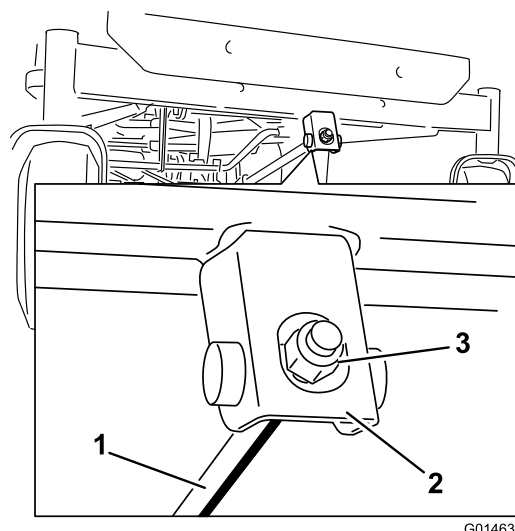

Figure 69
- A. Tournez l'écrou de réglage à l'avant du tablier de coupe (Figure 69).